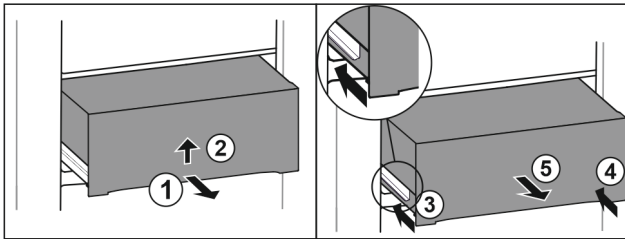

Fig. 32
- ▶ Витягніть ящик на половину. Fig. 32 (1)
- ▶ Підняти висувний ящик за нижній бік. Fig. 32 (2)
- ▶ Вставити ліву рейку. Fig. 32 (3)
- ▶ Вставити праву рейку. Fig. 32 (4)
- ▶ Вийняти висувний ящик рухом вперед. Fig. 32 (5)